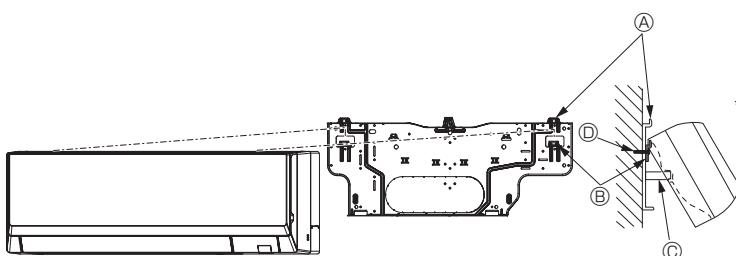

Fig. 3-13
- Si la unidad interior no puede colgarse y levantarse con el gancho normal (las dimensiones de 2.1. ⑧ (el espacio entre el techo y la unidad) son como máximo de 75 mm), cuelgue la unidad en el gancho inferior para la tubería izquierda. (Fig. 3-13)
(Fig. 3-13)